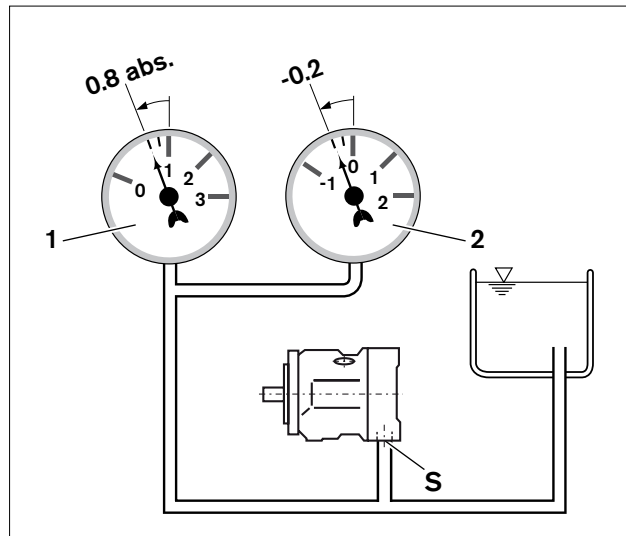

Abb. 6: Saugdruck
- Stellen Sie sicher, dass für die Axialkolbenpumpe in allen Einbaupositionen und Einbaulagen im Betrieb ein minimaler Saugdruck von 0.8 bar absolut am Anschluss **S** vorliegt, siehe Abb. 6. Weitere Druckwerte siehe Datenblatt.